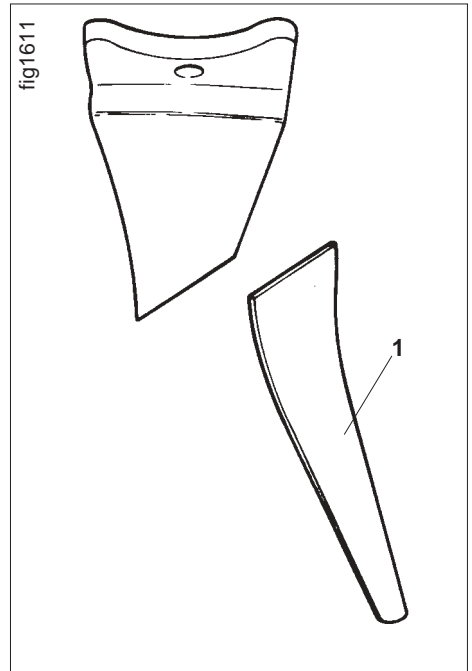
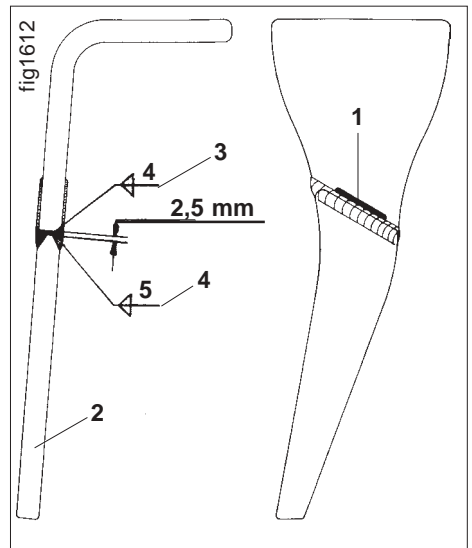

Fig. 19.11
Fig. 19.12
Bei zunehmendem Verschleiß können die Bodenbearbeitungszinken des Kreiselgrubbers durch Anschweißspitzen (Fig. 19.11/1) wieder auf Originallänge gebracht werden. Bodenbearbeitungszinken zuvor aus dem Werkzeugträger nach Kap. 19.5.1 ausbauen.
- Anschweißspitze (Fig. 19.11/1) an den alten Bodenbearbeitungszinken anhalten, und Markierung (Fig. 19.12/1) zum Durchtrennen anbringen.
- Alten Bodenbearbeitungszinken an der Markierung (Fig. 19.12/1) durchtrennen.
- Anschweißspitze (Fig. 19.12/2) mit Wurzellagenschweißung (Fig. 19.12/3) am Zinkenstummel befestigen und Zinken abkühlen lassen.
- Nach der Decklagenschweißung (Fig. 19.12/4) ist der Zinken wieder einsatzfähig.